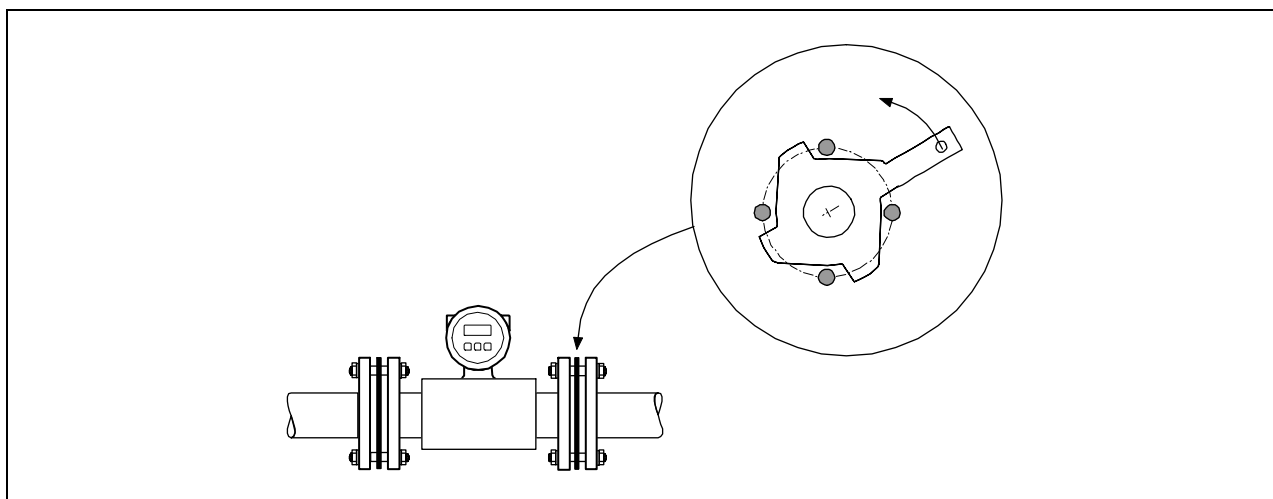

Рис. 18: Монтаж дисков заземления / пластин защиты облицовки (Разработано для ДУ от 15 до 300, как показано)
1. Поместите диск и дополнительные уплотнители между фланцем устройства и фланцем трубы (смотрите Рис. 18).
3. Теперь поворачивайте диск, как показано на Рис. 18 пока рукоятка не упрется в болты. Это приведет к автоматической центровки диска.